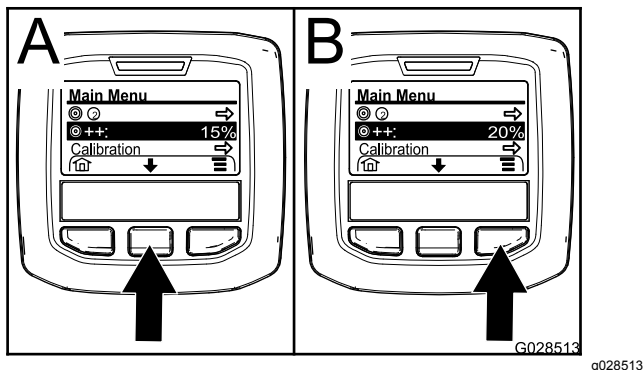

Figure 68
- Au besoin, appuyez sur le bouton de sélection central pour mettre en surbrillance l'option d'intensification du débit d'application (Figure 68).
Remarque: L'icône de taux poussé d'application est constitué de 2 signes + situés à droite d'une cible (Figure 68).
- Appuyez sur le bouton de sélection droit (Figure 68) pour augmenter le pourcentage d'intensification par paliers de 5 % (20 % maximum).